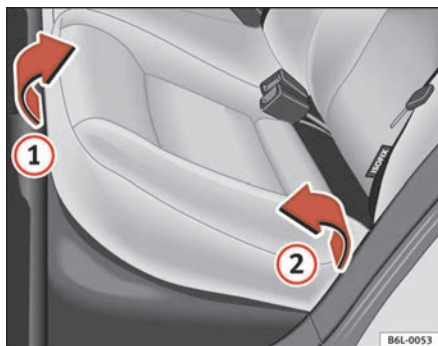
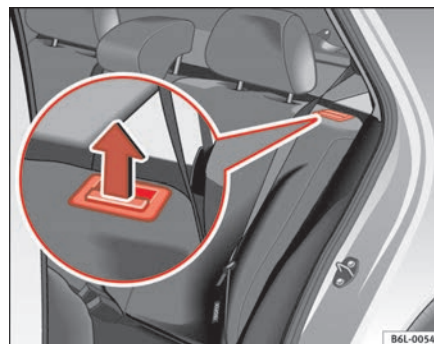

Fig. 69 Levantar el cojín del asiento trasero
Fig. 70 Tecla de desbloqueo del respaldo trasero
- Tire del borde delantero del cojín del asiento ⇒ fig. 69 ① hacia arriba en la dirección de la flecha.
- Levante el cojín ② hacia delante en la dirección de la flecha.
- Tire de la tecla de desbloqueo ⇒ fig. 70 en la dirección de la flecha y abata el respaldo hacia delante.